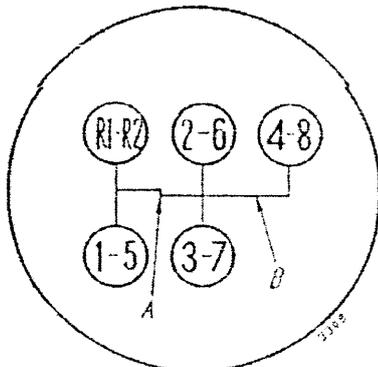

Bild 14
Getriebeschalthebel (17) in Neutralstellung bringen, siehe Bild 14 Linie „B“.
Es wird noch darauf hingewiesen, daß die Stellungen des Getriebeschalthebels bei den Gängen 5 bis 8 die gleichen sind, wie die der Ackergänge 1 bis 4. Maßgebend, ob es sich um die Straßengänge 5 bis 8 und R2 oder um die Ackergänge 1 bis 4 und R1 handelt, ist nur die Stellung des Handhebels. Bild 14 zeigt die möglichen Stellungen des Getriebeschalthebels.
Die Neutralstellung des Schalthebels befindet sich auf der Querlinie „A“ und „B“, Bild 14.